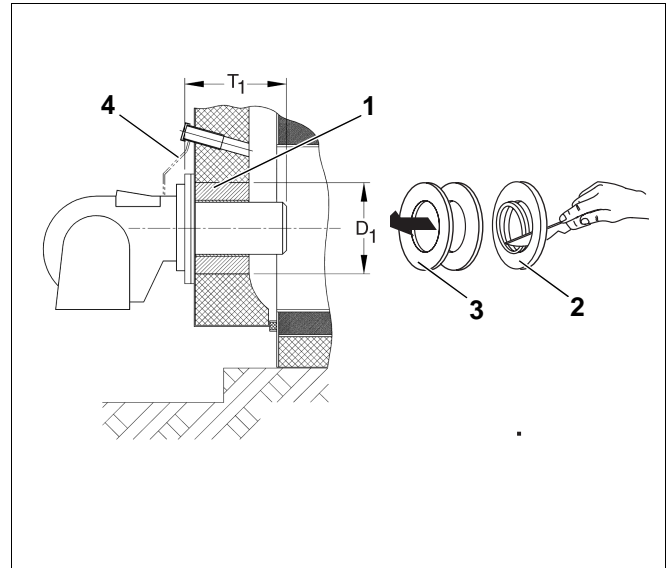

Abb. 3 Brennermontage
- Die in der Tabelle angegebene Mindestbrennerrohrtiefe  $T_1$  ist einzuhalten (Abb. 3).
- Mitgelieferte Isolierringe entsprechend dem Brennerrohrdurchmesser ausschneiden (Abb. 3, **Pos. 2**).
- Den Ringspalt zwischen Tür ausmauerung und Brennerrohr (Abb. 3, **Pos. 1**) mit den angepassten Isolierringen (Abb. 3, **Pos. 3**) ausfüllen.
- Der Freiblaseanschluss des Schaulochstutzens der Tür ist mit dem des Brenners zu verbinden (Abb. 3, **Pos. 4**).